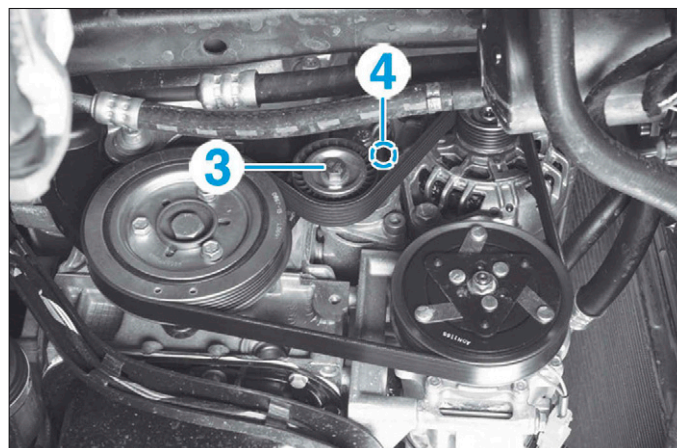

FIG. 2
- Agir sur le galet tendeur (3) et le bloquer en insérant l'outil [1] dans le trou (4) (Fig.2).
- Agir sur le galet tendeur (3) et déposer l'outil [1] (Fig.2).